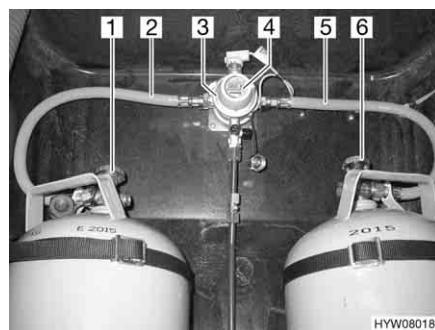
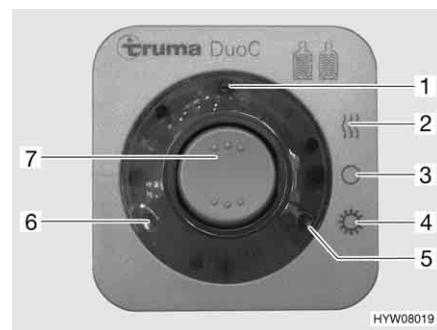

Fig. 80 Impianto di commutazione DuoControl
Fig. 81 Centralina di controllo
L'impianto di commutazione DuoControl è costituito da una valvola di commutazione (Fig. 80,3) e da una centralina di controllo (Fig. 81). La valvola di commutazione è installata tra i tubi del gas (Fig. 80,2 e 5). Con la manopola (Fig. 80,4) sulla valvola di commutazione è possibile stabilire, quale delle bombole del gas viene utilizzata come bombola in uso e quale bombola del gas viene utilizzata come bombola di riserva.
Sulla centralina di controllo (Fig. 81) possono venire azionate solo le funzioni elettriche. Le valvole principali di arresto delle bombole del gas (Fig. 80,1 e 6) devono essere aperti manualmente.
La valvola di commutazione garantisce una pressione del gas costante, indipendentemente da quale bombola provenga l'alimentazione del gas. Le due spie di controllo sulla centralina di controllo indicano il livello di riempimento della bombola in uso. Se è accesa la spia di controllo verde (Fig. 81,6), la bombola in uso è piena. Se è accesa la spia di controllo rossa (Fig. 81,5), la bombola in uso è vuota. Il rifornimento di gas avviene poi tramite la bombola di riserva.
- Aprire le valvole principali di arresto delle bombole del gas (Fig. 80,1 e 6).
- Con la manopola (Fig. 80,4) sulla valvola di commutazione (Fig. 80,3) selezionare la bombola del gas, da cui proviene la principale alimentazione del gas (bombola in uso). Girare la manopola fino all'arresto.
- Sulla centralina di controllo (Fig. 81) attivare l'impianto di commutazione DuoControl. Posizionare l'interruttore a bilico (Fig. 81,7) su funzionamento invernale "On e riscaldamento" (Fig. 81,2) oppure su funzionamento estivo "On" (Fig. 81,4). La valvola di commutazione è ora disareata. La spia di controllo gialla (Fig. 81,1) è accesa, se si seleziona la modalità di funzionamento invernale e l'impianto antighiaccio con regolatore è attivato.
- Portare l'interruttore a bilico (Fig. 81,7) in posizione "O" (Fig. 81,3). La spia gialla di controllo (Fig. 81,1) si spegne.
- Chiudere le valvole principali di arresto delle bombole del gas (Fig. 80,1 e 6).
Le spie di controllo sulla centralina di controllo (Fig. 81,5 e 6) segnalano all'interno del veicolo, se la bombola in uso è pronta al funzionamento.
Se la spia di controllo verde (Fig. 81,6) si spegne durante il funzionamento e la spia di controllo rossa (Fig. 81,5) si accende, significa che la bombola del gas selezionata come bombola in uso è vuota e deve essere sostituita. La bombola di riserva continua ad alimentare le utenze a gas.